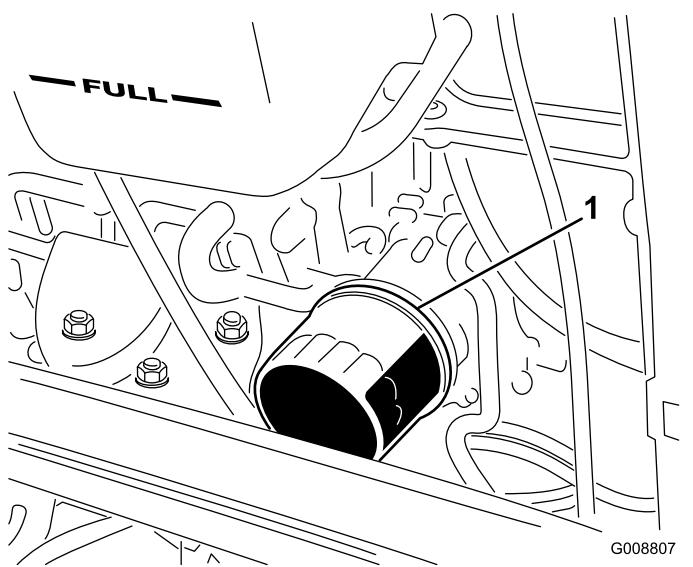

Figura 58
4. Retire el filtro de aceite (Figura 58).